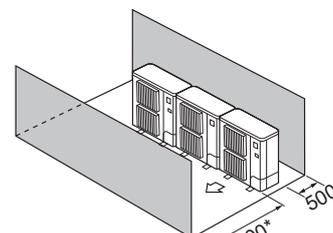

Fig. 2-12
- ④ Кедегілер тек алдыңғы және артқы жағында (Fig. 2-12)